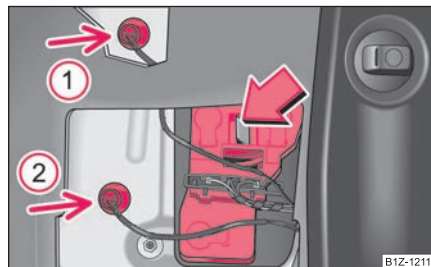

Fig. 255 Desmontaje del soporte de lámpara
- Saque las bombillas de la luz piloto (flechas ① y ②) ⇒ fig. 255.